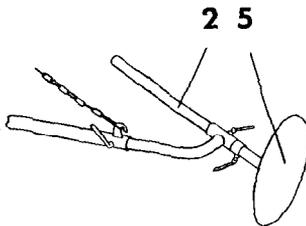

Abb. 4b
Mit dem Spuranreißerverkürzer können auch größere Spurreißermaße eingestellt werden, wenn Sie das Verstellrohr (2) so in den Verkürzer einführen, daß die Spurscheibe (5) nach außen zeigt (s. Abb. 4b).